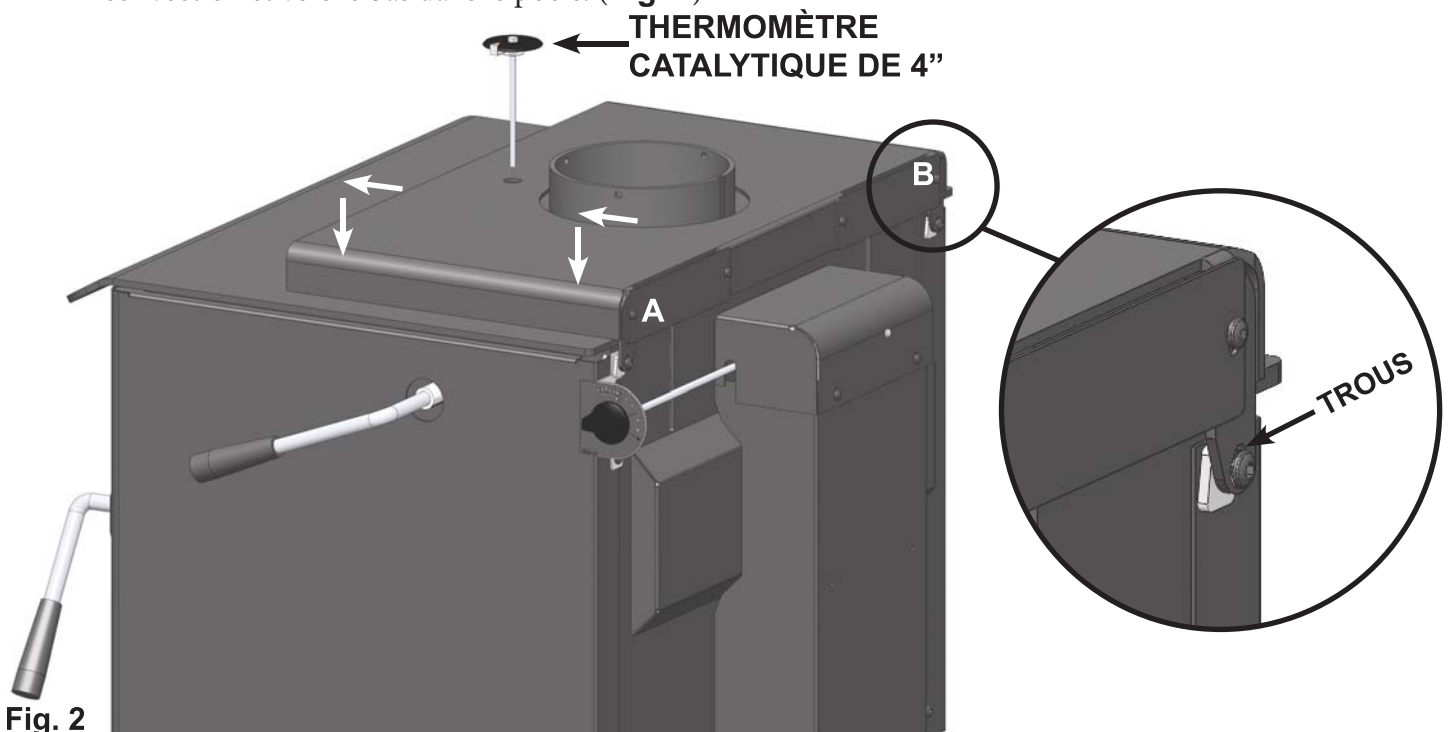

Fig. 2
4. Tenir le pont de convection au-dessus du poêle, autour de la buse, et aligner les "trous" avec les boulons. (**Fig. 2**)
5. Déposer le pont de convection passé la tête des boulons, posé sur le dessus du poêle, et serrer les boulons **A & B**. (**Fig. 2**)
6. Insérer le thermomètre catalytique de 4" (inclus dans la trousse) au travers du trou du pont de convection et vers le bas dans le poêle. (**Fig. 2**)